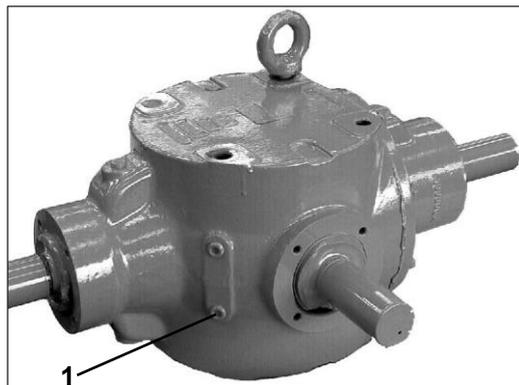
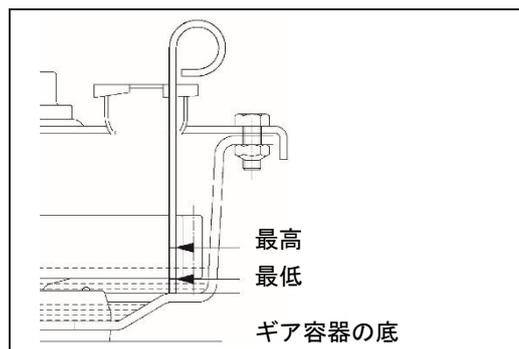
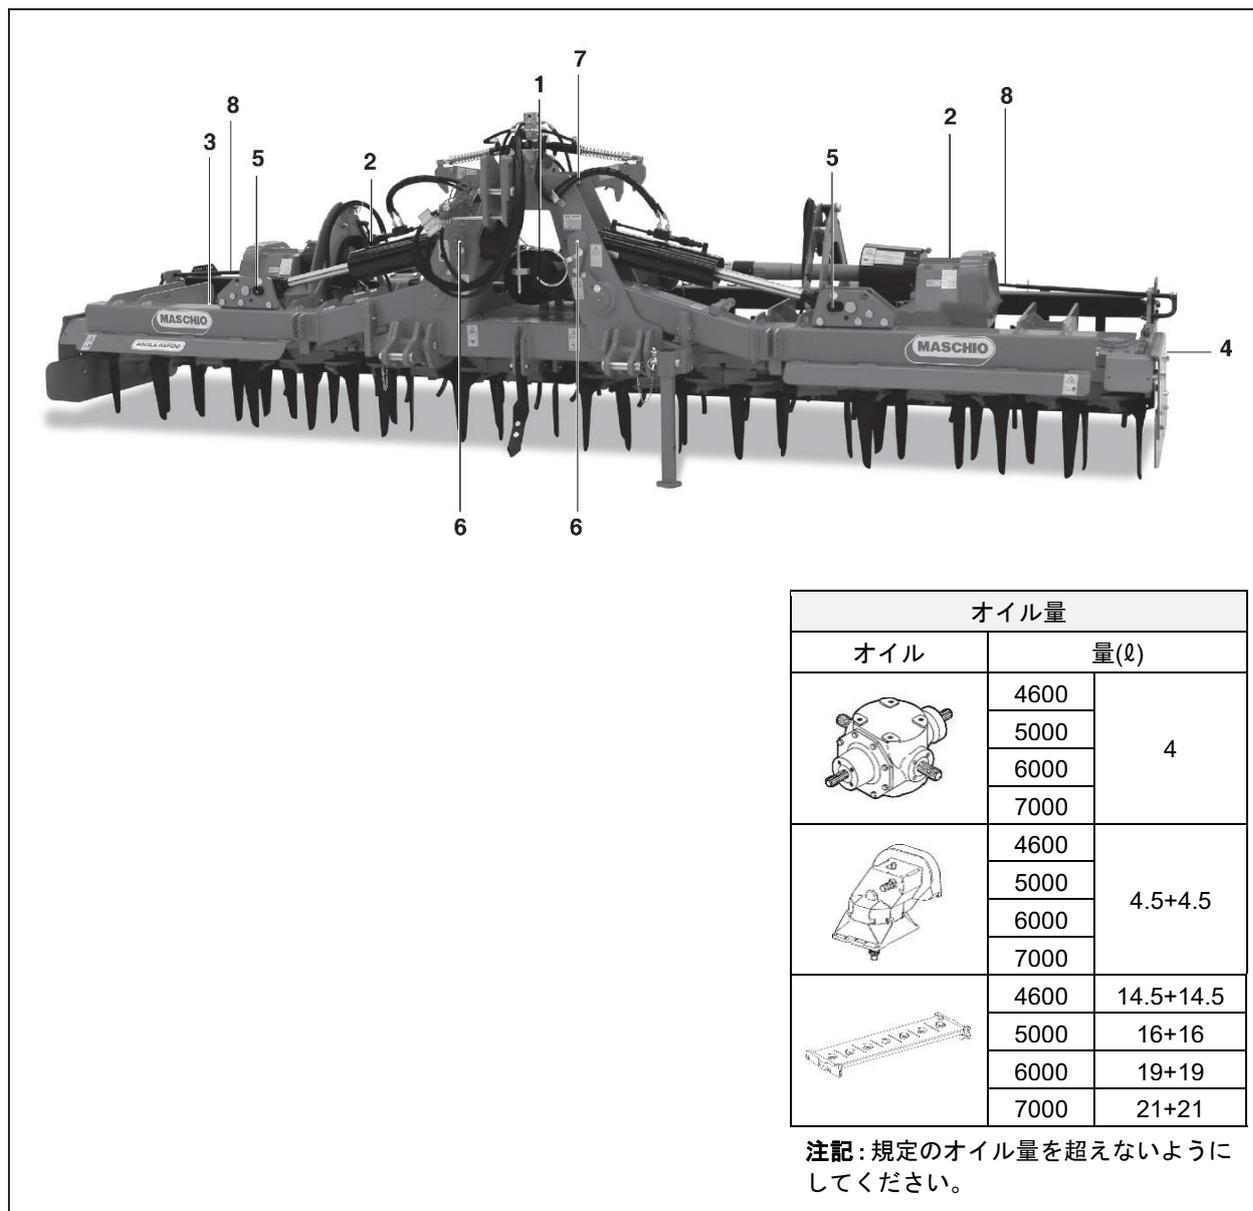

図 61
図 63
図 65
- レベリングバーの側部調整ジャッキ(図 65 の 8)にグリースを注入してください。
- ローラーのベアリング部(図 65 の 4)にグリースを注入してください。
- センターギアボックス(図 65 の 1)のオイルレベルを確認するには、下部のドレインプラグ(図 61 の 1)を外し、オイルレベルが栓穴の下縁に達しているか確認してください。必要であれば、補充してください。
- ギアケースのオイルレベルを確認するには、注入栓(図 65 の 3)を外し、提供されたレベルゲージを使って、オイルレベルが 2 つの基準マーク間に来ているか確認してください(図 63)。必要であれば、補充してください。
- オイルドレインから古いオイルを抜き、注入/レベル栓から新しいオイルを入れて、ギアボックス(図 65 の 1、2)内のオイルを完全に交換してください。
- オイルドレインから古いオイルを抜き、注入/レベル栓(図 65 の 3)から新しいオイルを入れて、ギアボックス内のオイルを完全に交換してください。